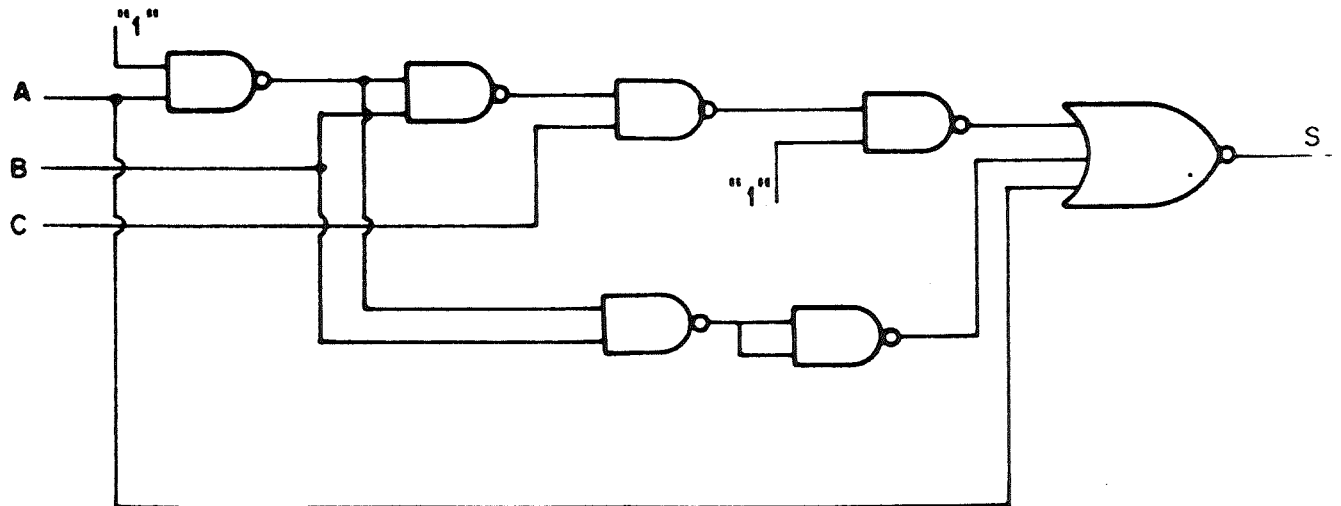

Figura 1.
5. Dado o esquema da figura 1, escrever: